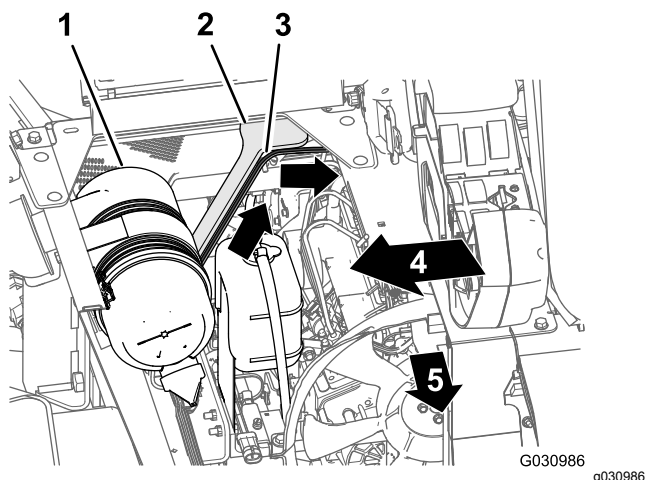

Figura 114
1. Instradate la diramazione di 108 cm del cablaggio preassemblato verso l'alto e nella parte posteriore del vano motore, lungo il supporto destro della copertura del motore, davanti al condotto che collega il filtro dell'aria al motore (Figura 114).